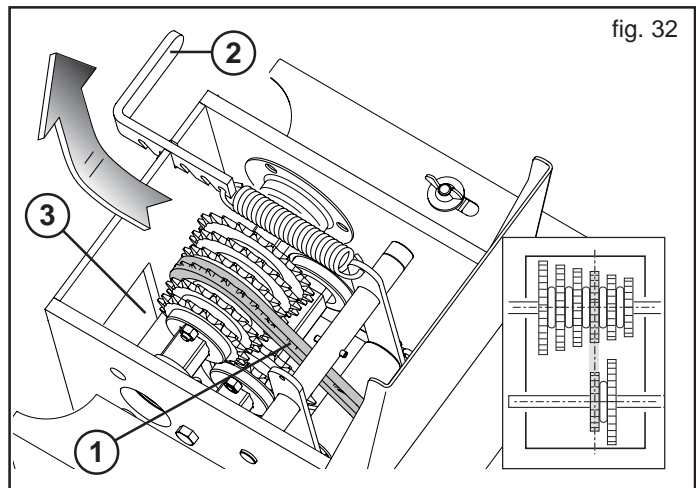

fig. 32
- Para desplazar la cadena, abrir la tapa de la caja del cambio y aflojar la cadena (1 Fig. 32) a través de la palanca (2 Fig. 32).
- Coloque la cadena en los engranajes y alinéelos (Fig. 32).
- Tense de nuevo la cadena con la palanca (2 Fig. 32) y cierre la tapa.
Para un mejor acceso al cambio, es posible aprovechar también la apertura inferior (3, Fig. 32).